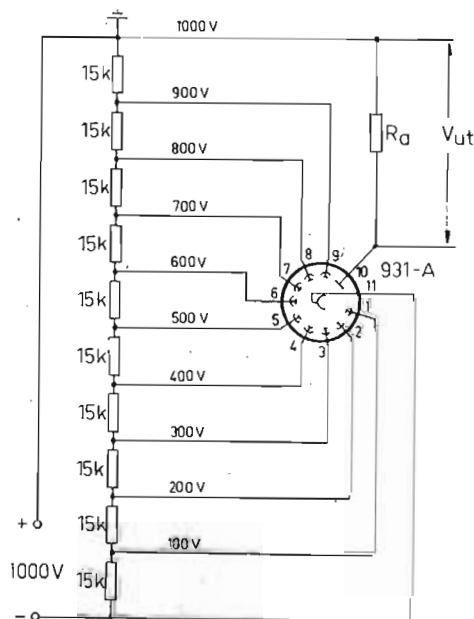

Fig. 18. Schema för inkoppling av lämpliga arbetsspänningar för fotocell av multiplikator-typ RCA 931-A.
Till fotocellens elektroder påföres arbets-spänningar enligt schemat i fig. 18. Som synes är dynoderna förlagda till successivt ökande potential i förhållande till varandra och likaså är första dynoden (1) positivt förspänd i förhållande till den ljuskänsliga elektrodytan (11). Anoden har även positiv potential i förhållande till sista dynoden i kedjan (9).
Fig. 22. I_a-U_a -kurva för elektronmultiplikator 931-A från RCA. Gäller för 120 V spänning mellan dynoderna. U_a avser spänningen mellan dynoden 9 och anoden. Jfr fig. 18.